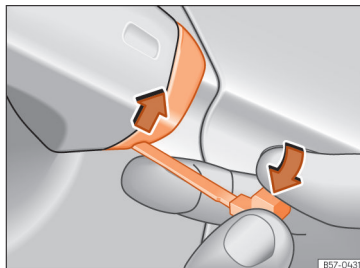

Abb. 83 Fahrertürgriff: Abdeckkappe abhebeln.
- Den Notschlüssel am Fahrertürgriff in die untere Öffnung der Abdeckkappe stecken »» **Abb. 83** und die Abdeckkappe von unten nach oben anheben.